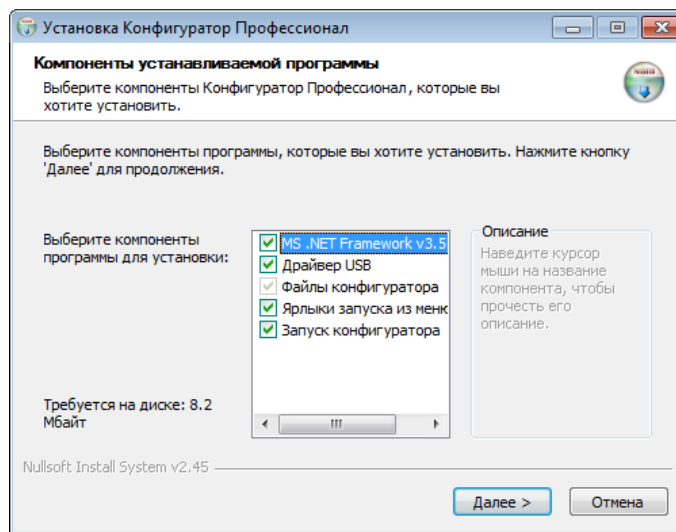

Рис. 4.1. Компоненты устанавливаемой программы
4. В открывшемся окне оставьте установленными все флажки и нажмите кнопку **Далее >** (Рис. 4.1).